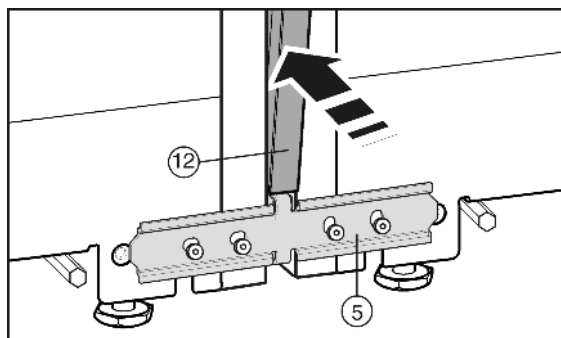

Fig. 9
Înainte de montarea profilului de mascare Fig. 9 (12), apropiați prin presare cele două nervuri pe întreaga lungime. Profilul va putea fi introdus mai ușor în fantă. La introducerea profilului folosiți o cârpă moale, pentru a evita deformarea suprafeței profilului de mascare. Presați profilul cu atenție și drept în fantă, pentru a obține o îmbinare optimă.
- ▶ În partea frontală, presați profilul de mascare Fig. 9 (12) în fanta verticală. Aveți grijă ca profilul să se sprijine pe tabla de îmbinare Fig. 9 (5).